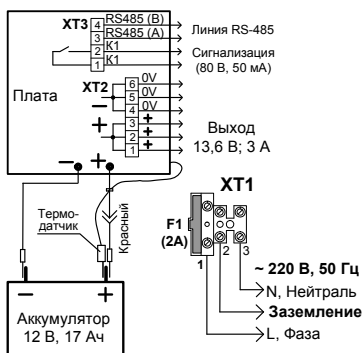

Рис. 2
При подключении внешнего питающего напряжения 220 В к сетевой колодке ХТ1 необходимо соблюдать правильность подключения проводов «фаза», «нейтраль» и «земление». Подключение цепей к РИП производить в соответствии с рис. 2. Схема подключения расположена на внутренней стороне корпуса РИП.
3.2.4 Согласно схеме соединений (рис. 2):
б) **изъять из колодки вставку F1 (2 А), подключить сетевые провода к входной колодке (фаза (L) должна быть подключена к ХТ1:1, см. рис. 2);**
г) подключить согласно проекта на систему выход оптореле К1 и линию связи RS-485 (см. рис. 2).